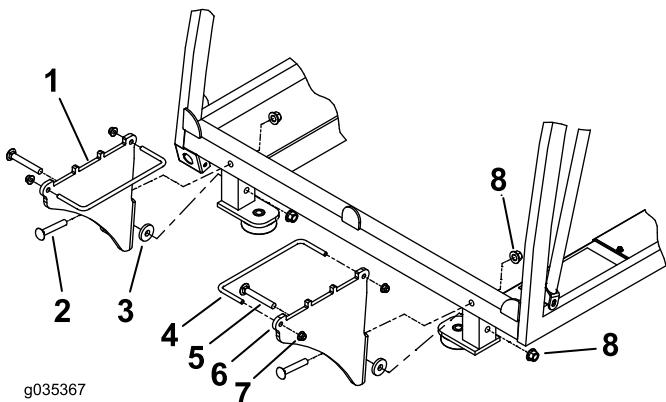

Figure 4
2. Montez les supports de masse comme montré à la Figure 4.